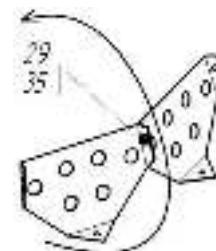

Рис. 16
3.10. Преодолевая усилие пружины (16), оттянуть фиксатор (8)вниз и повернуть ёмкость на удобный угол. Прикрепить лопасти (17) к ёмкости нижней (2) и ёмкости верхней (12), с помощью болтов (21), шайб (14) и гаек (29), при этом, шайбы установить с наружной стороны ёмкостей.
**Возможна комплектация бетоносмесителя сборными лопастями (рис. 16).** В этом случае необходимо две полулуопасти скрепить между собой болтом (35) и гайкой (29). После установить в бетоносмеситель по направлению вращения ёмкости (указано на рис. 16 стрелкой)с помощью болтов (21), шайб (14) и гаек (29).